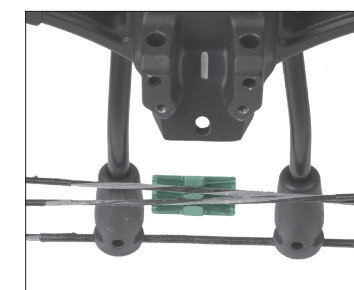

FIGURE 3
- 1a** Attachez la glissière des câbles (M) aux câbles de façon que ceux-ci traversent du côté gauche de la poignée. (Fig.3)